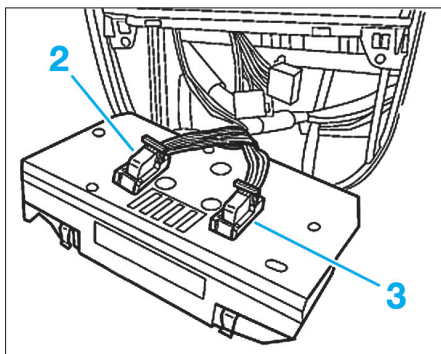

Fig. 25
- Débrancher les connecteurs (2) et (3) du panneau de commande de climatisation automatique (Fig.25).